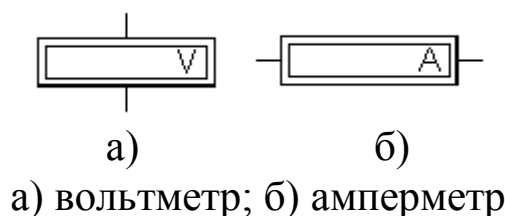

Рисунок 1.6 – Прилади групи Indicators
Прилади групи **Indicators**  (рисунок 1.6).
**Вольтметр (Voltmeter)** – прилад для вимірювання напруги в колах постійного і змінного струмів (рисунок 1.6, а). Режим задається в полі Mode: DC (Direct Current) – постійний струм, AC (Alternating Current) – змінний струм. Користувач може задати величину внутрішнього опору вольтметра в рядку Resistance (опір). Вивід вольтметра, який виділено більшою товщиною лінії, має в режимі DC підключатися до виводу схеми з меншим потенціалом.
**Амперметр (Ammeter)** служить для вимірювання сили струму в режимах DC та AC. Редагування моделі амперметра здійснюється аналогічно редагуванню моделі вольтметра. Мінусова клемма на піктограмі виділена у вигляді потовщеної бокової сторони прямокутника (рисунок 1.6, б). Щоб зменшити похибку вимірювання, внутрішній опір амперметра має бути в сотні раз менший за опір у вимірюваному колі.